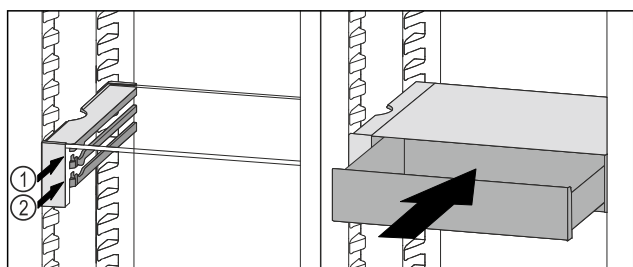

Fig. 134
- ▶ Placera VarioSafe-lådan bakom stoppklackarna på önskad list Fig. 134 (1) eller Fig. 134 (2).